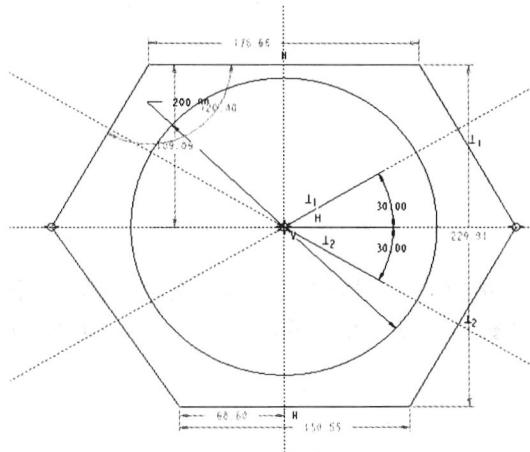

图 1-13 添加垂直约束
**Step5** 单击“草绘器工具”工具栏“约束”面板中的“垂直”按钮 $\perp$ ，选择直线2和中心线1，使直线2和中心线1垂直。采用同样的方法作用于直线3和中心线2，图形显示如图 1-13 所示。